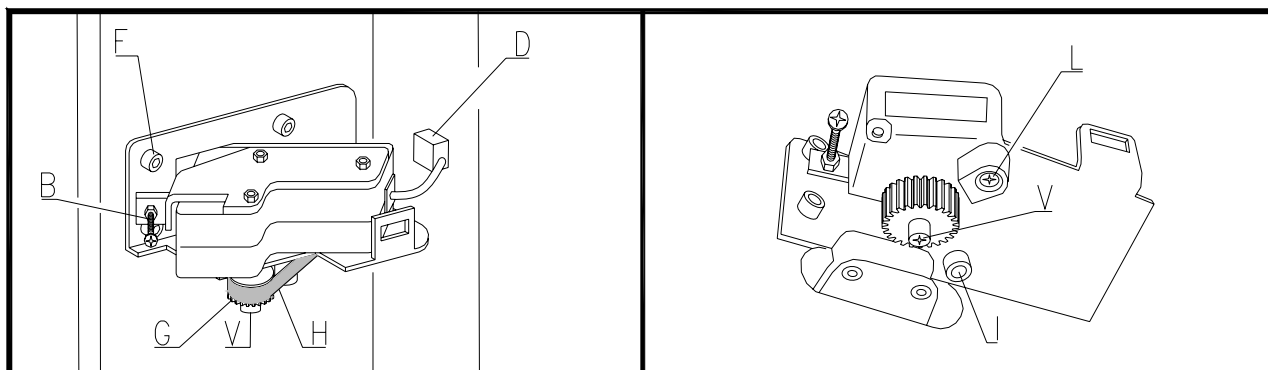

FIG. 18
Los motores que accionan las ventanillas para el retiro del producto pueden sustituirse siguiendo las instrucciones siguientes y tomando como referencia la FIG. 18:
4. Aflojar los tornillos que se encuentran sobre la abrazadera porta-motorcillo, posición I y posición L (FIG. 18);
5. Regular la posición del motorcillo con el tornillo que se encuentra sobre el mismo, posición B (FIG. 18) hasta que la correa no alcance la tensión deseada;
3. Extraer la correa pos. H FIG. 18;